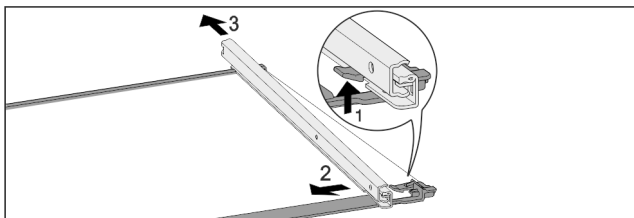

Fig. 58 Glasplade med skinner
- ▶ Tryk den forreste låsekrog op. Fig. 58 (1)
- ▶ Skub udtræksskinnen til siden Fig. 58 (2) og bagud Fig. 58 (3).